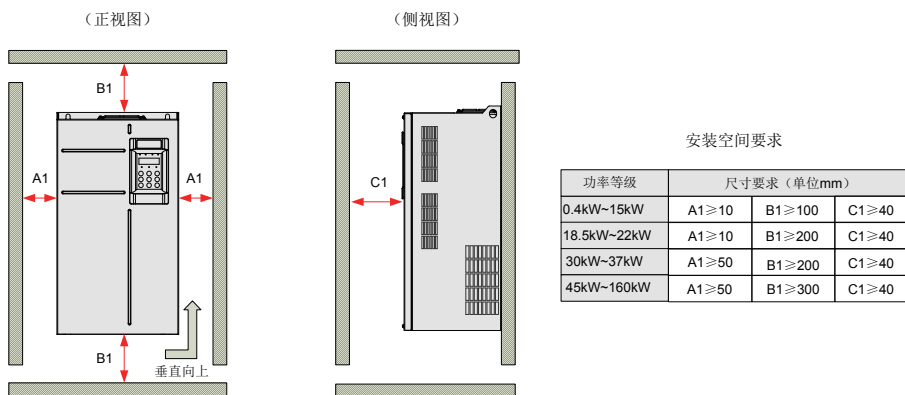
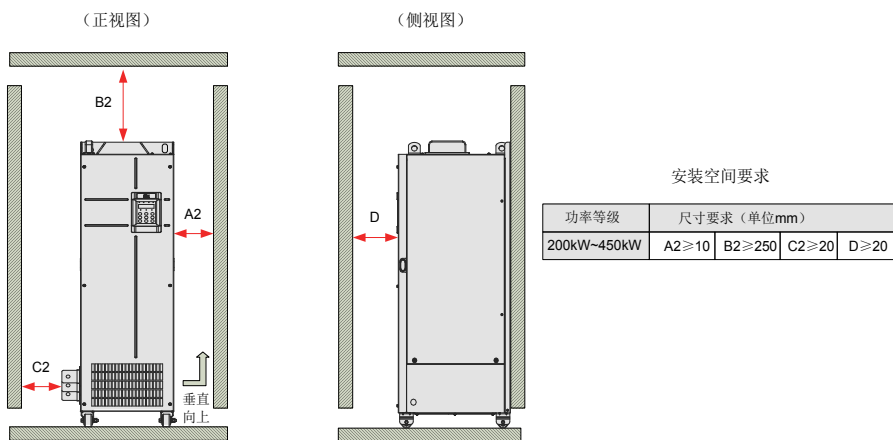
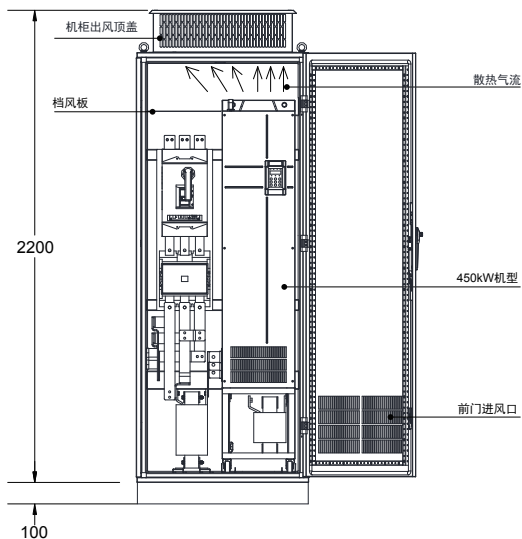
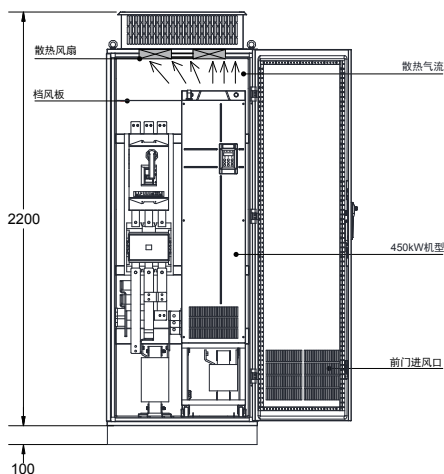

图 3-2 单台机器安装空间 (MD480T0.7PB ~ MD480T200P, MD480-2T0.7PB ~ MD480-2T75P)
图 3-3 单台机器安装空间 (MD480T220P-L ~ MD480T500P-L)
图 3-11 直排风机柜示意图
图 3-12 顶部风扇抽风机柜示意图 (机柜顶部带抽风风扇)
- 安装空间要求如图 3-2、图 3-3 所示，需保证变频器有足够的散热空间，预留空间时请考虑柜内其它器件的散热情况；
- 安装空间要求如图 3-2、图 3-3 所示，需要保证变频器有足够的散热器空间，预留空间时请考虑柜内其它器件的散热情况，如图 3-11、图 3-12；